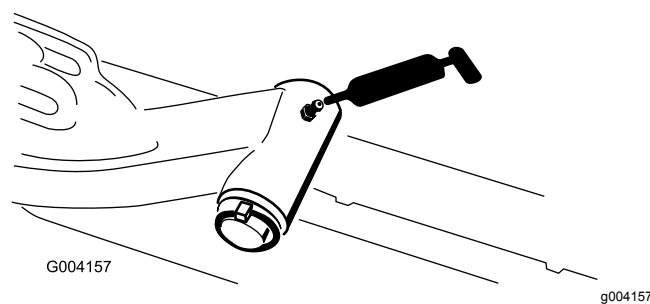

Figure 78
- Axe de pivot des bras de levage (x 1) (Figure 78)